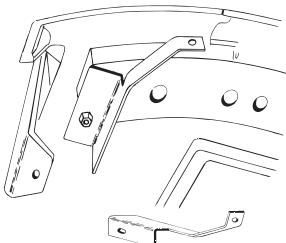

Fig. 7
2. Festebeslagene for nedre gitter festes til skruene under innsatsen (se fig. 7). (Muttere og skiver ligger i «skreuposen» i innsatsen).
Øvre og nedre gitre skrues fast til festebeslagene med selgjengende skruer (se fig. 7 og 9:E).